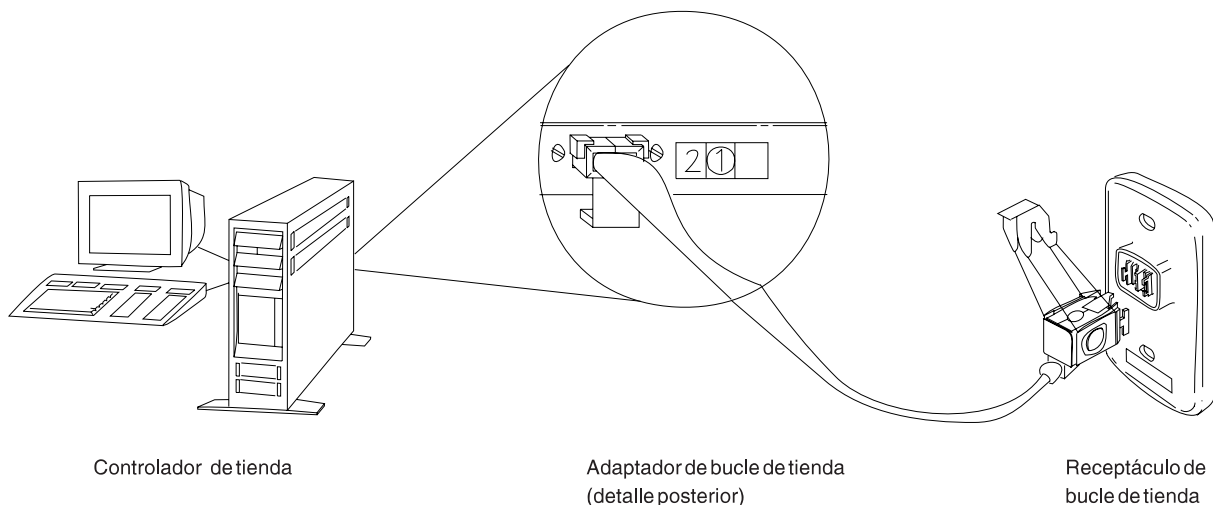

Figura 36. Adaptador de bucle de tienda del controlador de tienda y receptáculo de bucle de tienda
- Desconecte del bucle de tienda el controlador de tienda primario desenchufando el cable de bucle de tienda del receptáculo de bucle de tienda. Consulte la Figura 36 en la página 534.
- Desconecte del bucle de tienda el controlador de tienda de reserva desenchufando el cable de bucle de tienda del receptáculo de bucle de tienda. Consulte la Figura 36 en la página 534.